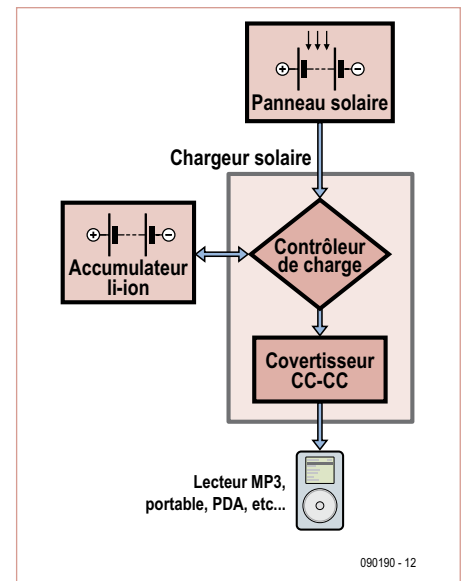
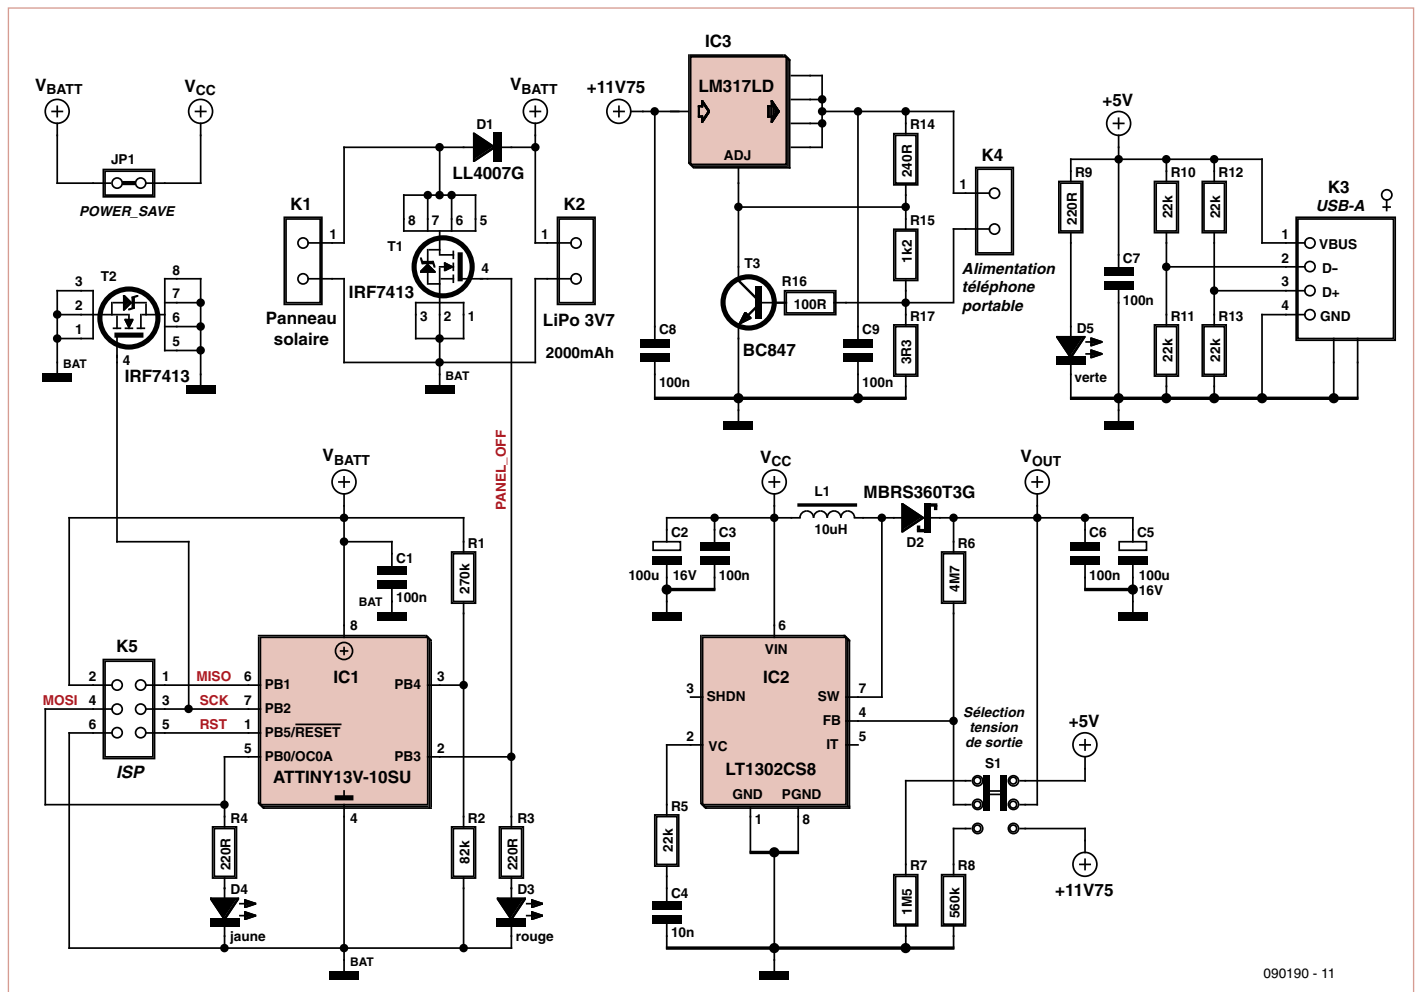

Figure 1. Principe de fonctionnement du chargeur solaire. Le courant provenant du panneau solaire est stocké dans un accumulateur Li-ion.
Figure 2. Circuit du chargeur solaire. Un microcontrôleur ATTiny surveille la charge et la décharge de l'accumulateur tampon.
1) Le régulateur de charge pour l'accumulateur lithium-ion et un convertisseur DC/DC qui augmente la tension de l'accu (entre 3,0 et 4,15 V) à une valeur plus élevée et constante (**figure 1**). 2) La partie maîtresse du circuit dans la **figure 2** est un microcontrôleur ATtiny13 d'Atmel qui surveille la tension de la pile et commande en conséquence la cellule photovoltaïque et la sortie.